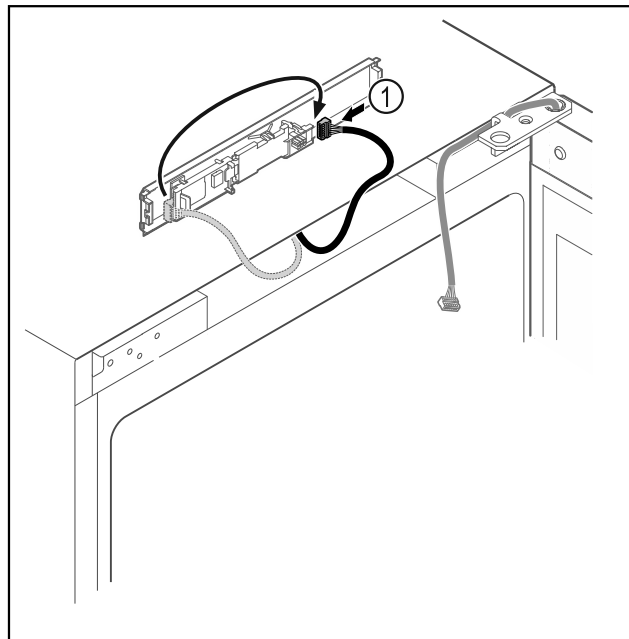

Fig. 19
- ▶ Μεταφέρετε το φως Fig. 19 (1) στην πλακέτα.